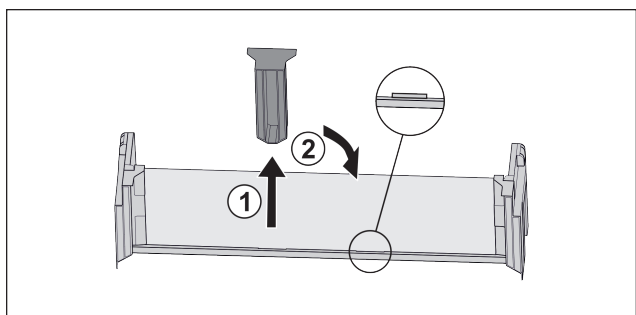

Fig. 90
- Stiahnite stredný prídržný diel Fig. 90 (1).
- Nasadíte stredný prídržný diel do druhej pozície Fig. 90 (2).